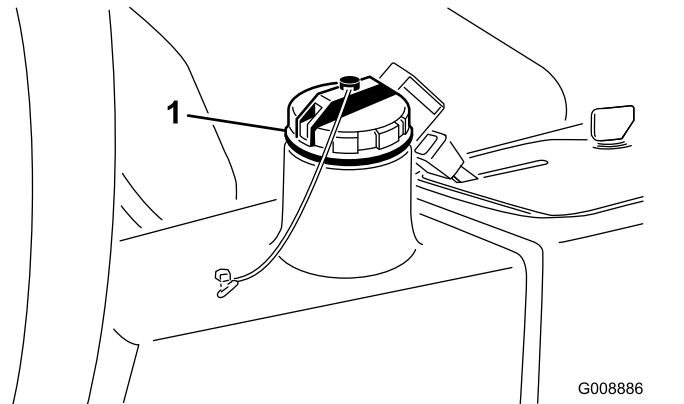

Bild 42
2. Reinigen Sie den Bereich um den Füllstutzen und den Deckel des Hydraulikbehälters (Bild 42) und nehmen Sie den Deckel ab.